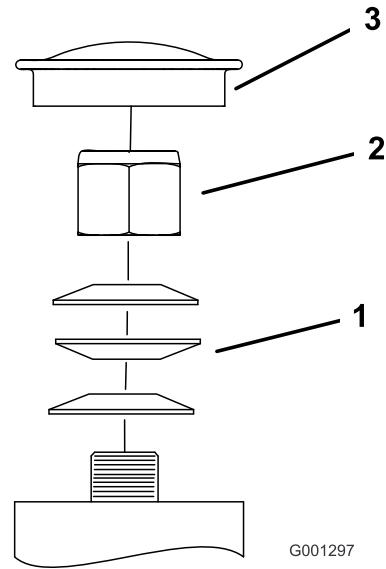

Figura 79
3. Retire el tapón guardapolvo de la rueda giratoria y apriete la contratuerca (**Figura 79**).
4. Apriete la contratuerca hasta que las arandelas de muelle estén planas, luego afloje la contratuerca $\frac{1}{4}$ de vuelta para establecer la pre-carga correcta de los cojinetes (**Figura 79**).
Importante: Asegúrese de que las arandelas de muelle están correctamente instaladas, según se muestra en la **Figura 79**.
5. Coloque el tapón guardapolvo (**Figura 79**).